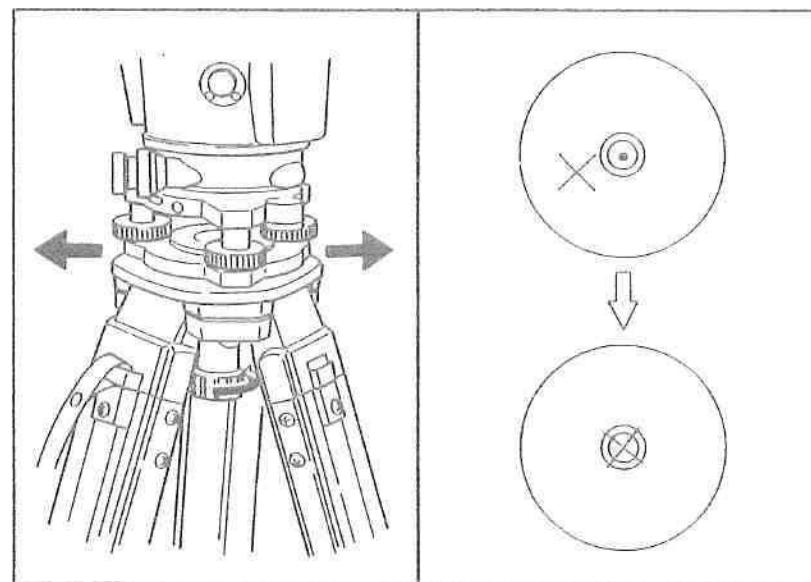

図 10
④平盤気泡管により、本機を整準します。機械の鉛直軸を鉛直にすることを整準といいます。平盤気泡管を用いて、IV. 項(p. 16)に示す要領で行います。
⑤測点が○印の中心に入っているかどうかを確認します。
⑥微小量のズレは定心桿を緩め、本機を脚頭上で平行移動させて修正します。(図10)